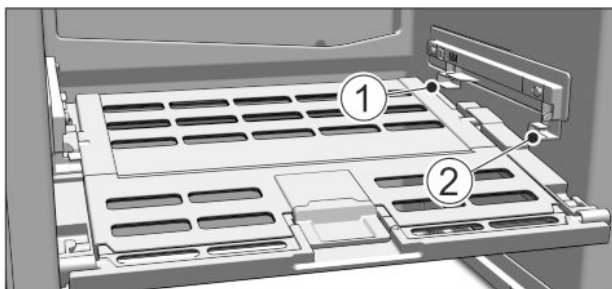

Fig. 10
- ▶ Поставяне на капака на отделението Fruit & Vegetable-Safe: Пъхнете шийките на капака отдолу в задния държач Fig. 10 (1) и фиксирайте отпред в държача Fig. 10 (2).